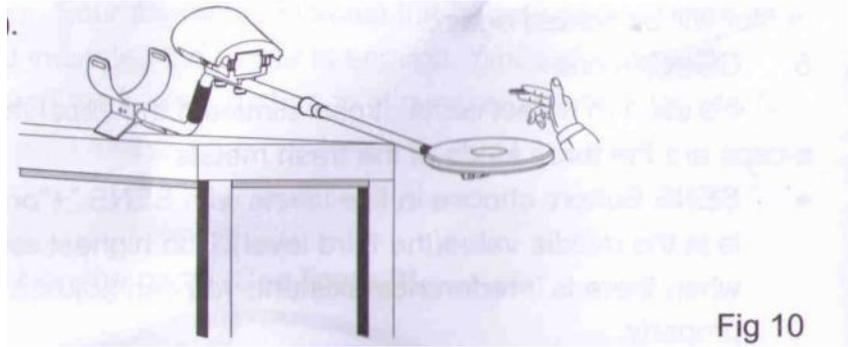

Fig 10
2. Posez le détecteur sur une table ou une chaise en laissant dépasser la sonde. Tenez loin des murs, sols et plafonds afin d'éviter les interférences avec le système électrique de la maison. Enlevez montres bijoux et bagues présents sur vos bras. (Voir Fig.10)